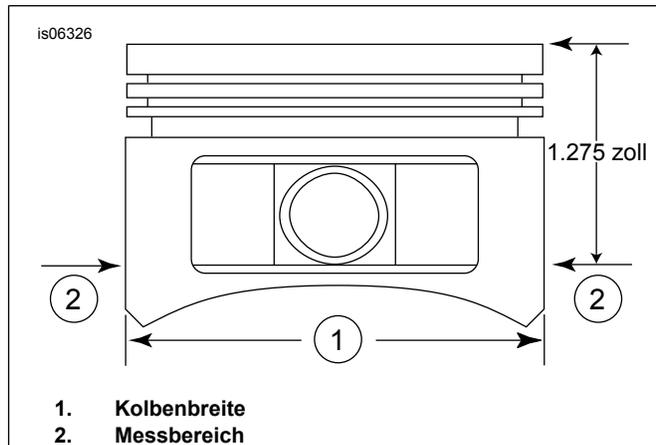

Abbildung 2. Kolbenmessungen
5. Siehe Abbildung 2 >. Die Kolbenbreite (1), 90 Grad horizontal von beiden Seiten des Kolbenbolzenlochs und 1,275 Zoll unterhalb der Kolbenbodenfläche (2) messen. Die Passung zwischen Kolben und Zylinder an dieser Stelle aus Tabelle 11 ablesen.